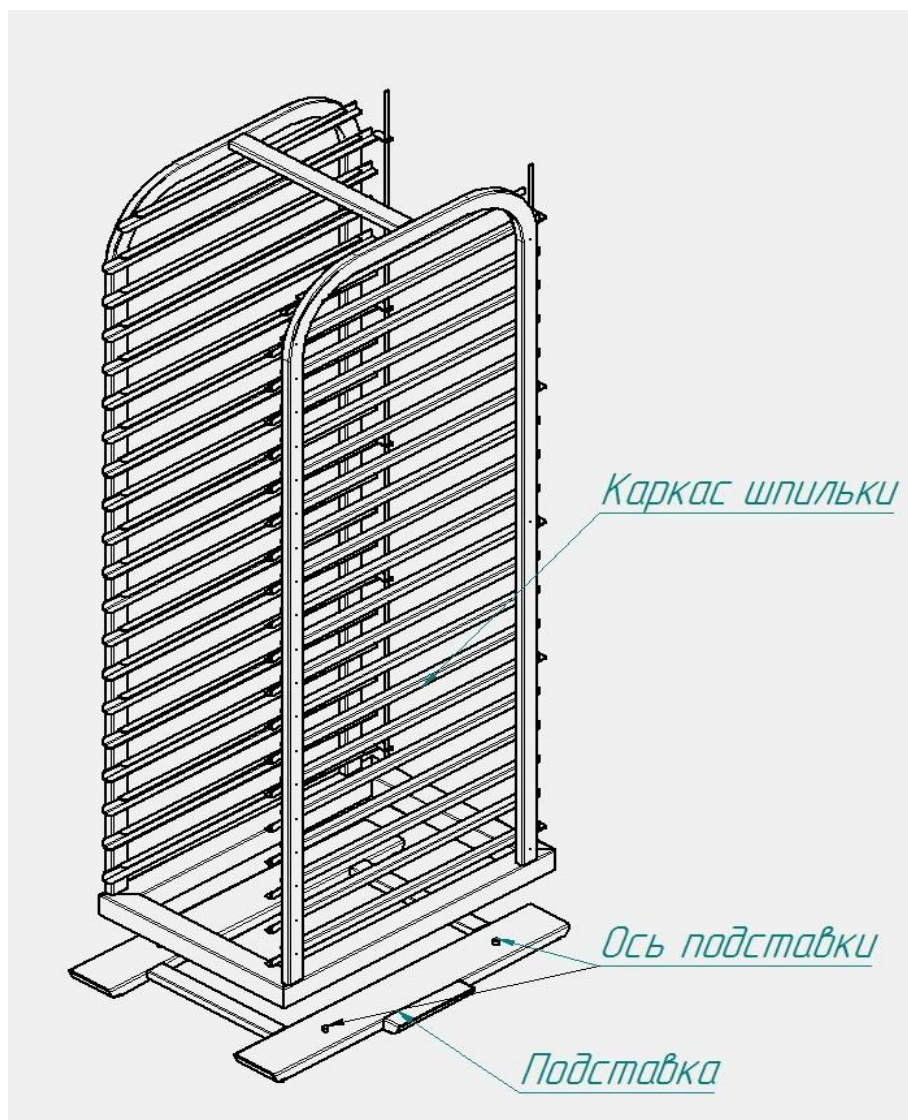

Рис. 1 Эскиз установки на подставку
- установите подставку (рис. 1) внутрь ПКА так, чтобы радиусные части подставки и радиусные части дна духовки ПКА совместились;